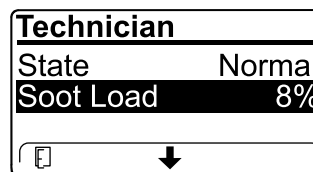

Figure 45
- Affichez la charge de suie mesurée dans le FAP sous forme d'un pourcentage (Figure 45) ; voir le tableau de charge de suie.